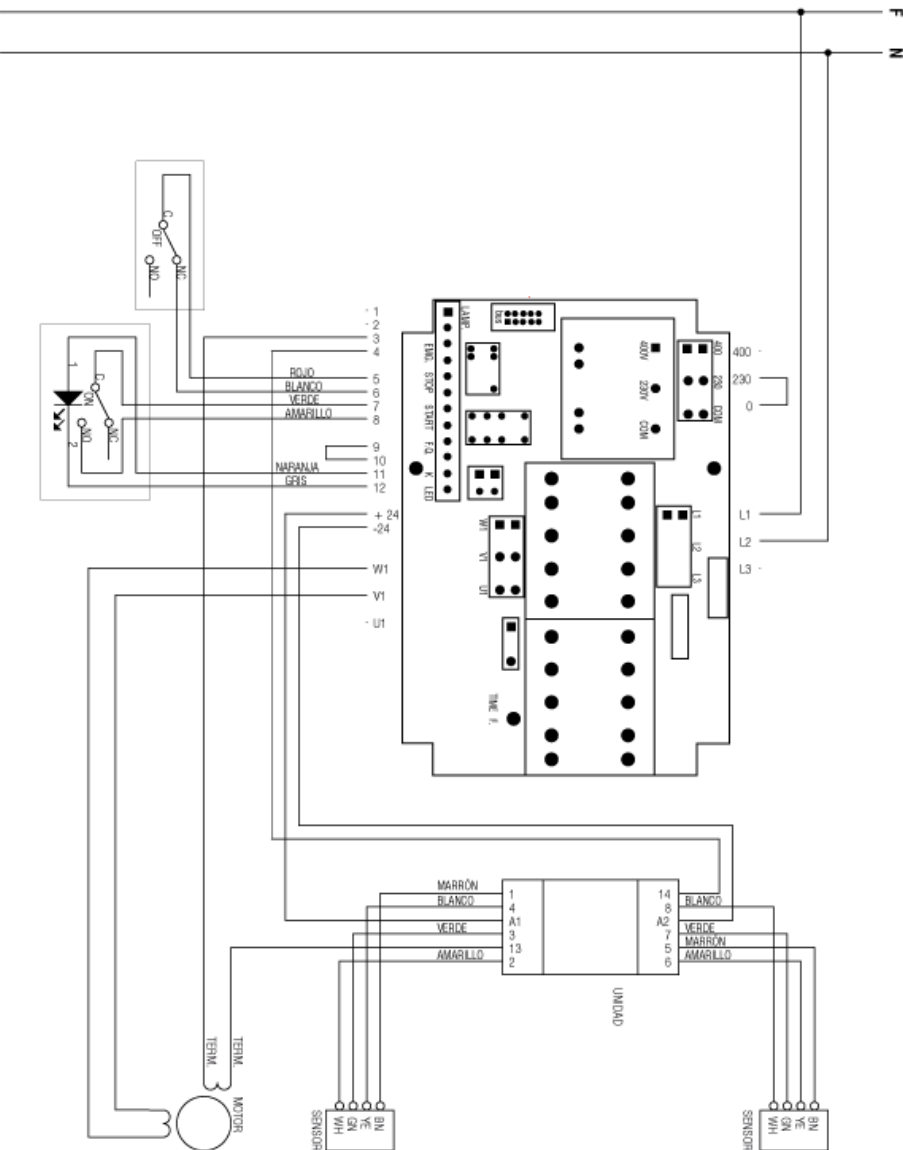

Fig. 2.6.2
2.6.2 - Esquema eléctrico monofásico a 230V (Fig. 2.6.2)